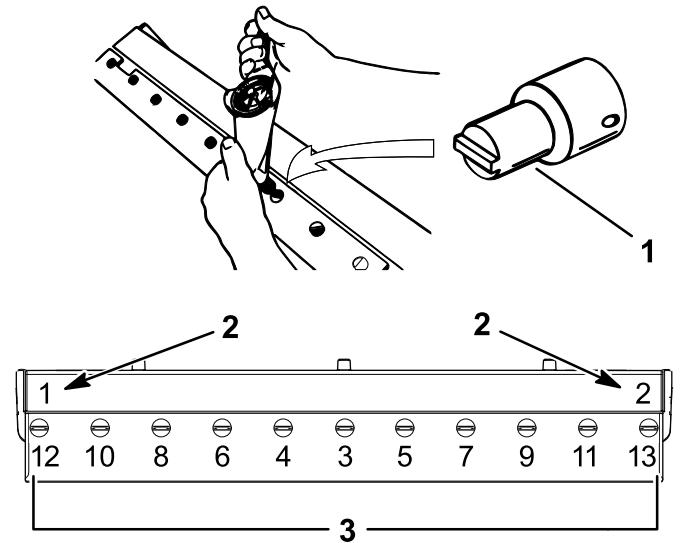

図 19
1.15 kg.m=10 in-lbにトルク締めする図19を参照。
B. ベッドナイフの中央から交互に左右に、各ねじを23-28 N·m 2.3-2.9 1 kg.m = 200-250 in-lbにトルク締めする図19を参照。